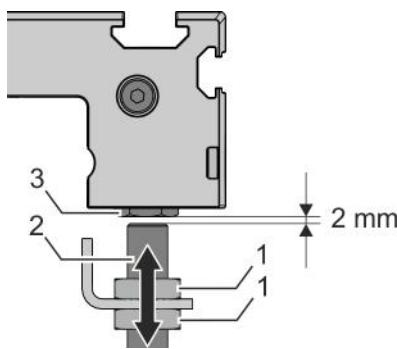

Abb. 37: Schaltabstand einstellen
4. ► Über die Sechskantmuttern (Abb. 37/1) einen Schaltabstand von 2 mm zwischen induktivem Endschalter (Abb. 37/2) und Laufrollenbolzen (Abb. 37/3) einstellen.